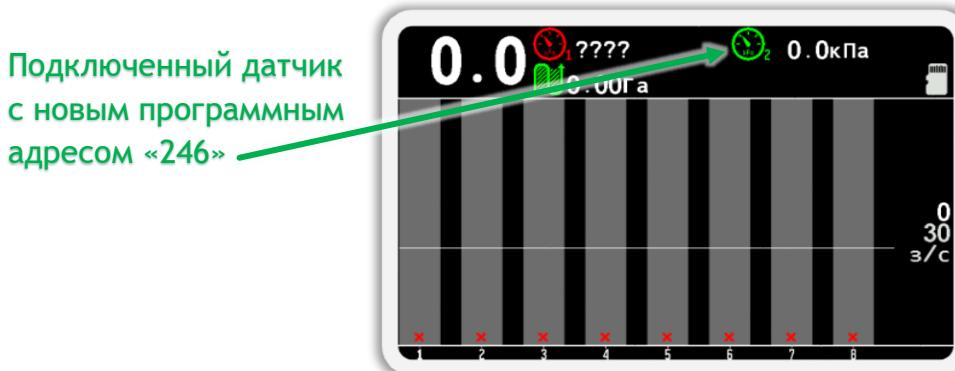

Рисунок 67
- Убедитесь, что адрес датчика изменился на требуемый. Для этого физически отключите и подключите датчик к жгуту связи. После этого вернитесь на главный экран (см. Рисунок 67). Для этого сначала выйдите из меню «Сервис», а затем закройте меню главного экрана. (используйте кнопку «Назад»).